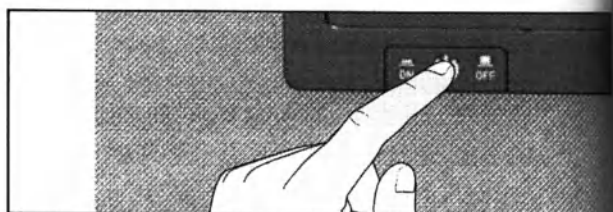

Рис. 23 Выключение устройства
3. Выключите устройство при помощи главного выключателя (Рис. 23).